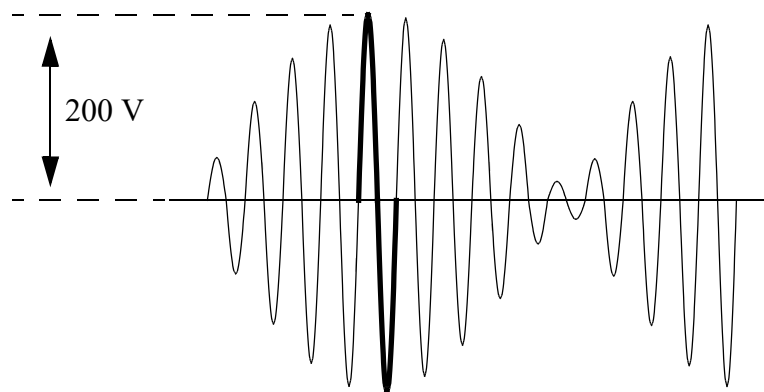

Figure 2.72 Exemple d'un signal modulé en AM. le cycle de plus grande amplitude est indiqué en trait gras.
2.72 La puissance PEP¹ est définie comme la puissance efficace du cycle de plus grande amplitude du signal HF. Le calcul est donc le même que pour la puissance (normale) mais limité au cycle de plus grande amplitude (voir *Figure 2.72*):